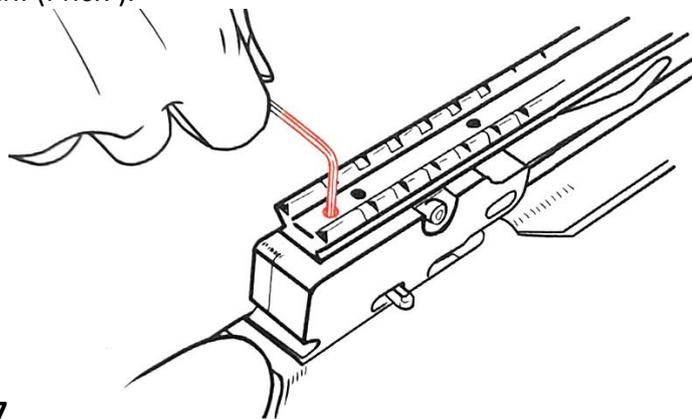

Рис.7
10. Прицельная планка арбалета регулируется по вертикали. Для этого найдите сверху прицельной планки два «колодца», внутри которых расположены винты под шестигранник. Ослабьте оба винта — планка начнёт свободно двигаться. После этого вы сможете установить её в нужное положение и вновь зафиксировать двумя винтами. (Рис.7).